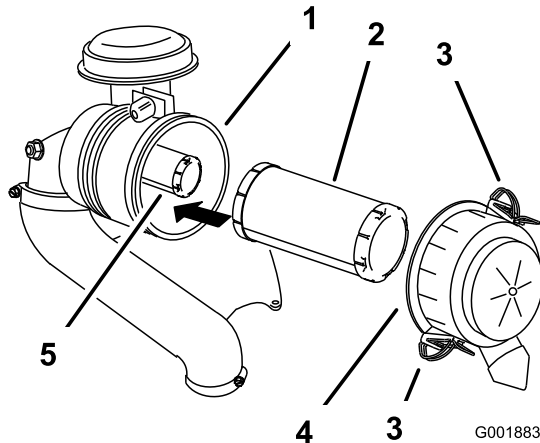

Figura 29
3. Abra los cierres del limpiador de aire y tire de la tapa del limpiador de aire para separarla del cuerpo del limpiador de aire (Figura 29).
5. Extraiga con cuidado el filtro primario del cuerpo del limpiador de aire (Figura 29).
2. Si va a cambiar el filtro de seguridad, deslícelo cuidadosamente en el cuerpo del filtro (Figura 29).
3. Deslice cuidadosamente el filtro primario por encima del filtro de seguridad (Figura 29).
4. Instale la tapa del limpiador de aire con el lado que lleva la palabra **up** hacia arriba, y fije los cierres (Figura 29).